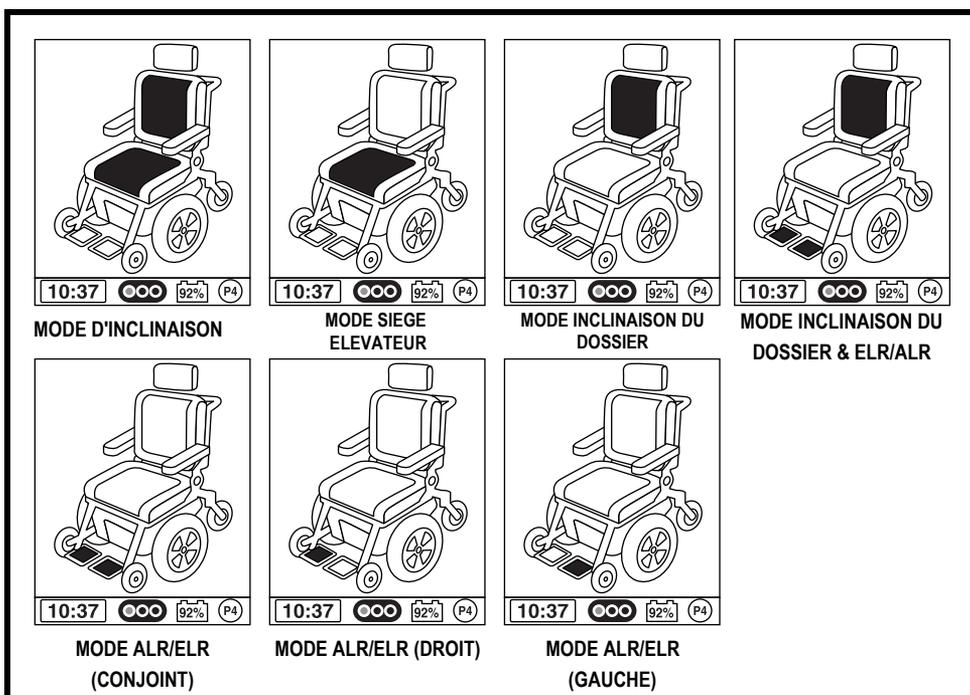

Figure 9. Sélection des actionneurs
3. Poussez la manette vers la gauche ou vers la droite pour faire défiler les différents actionneurs vers celui désiré. Voir la figure 9.